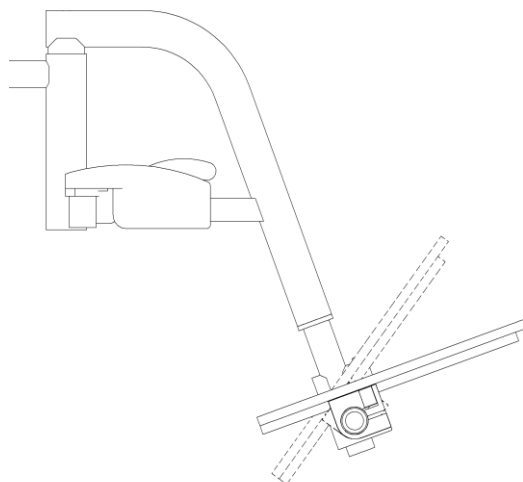

Figure 29 - Réglage de l'angle
3. Pour ajuster l'**angle** faire pivoter la palette autour de l'axe de la rotule de l'appui-pied (figure 29);